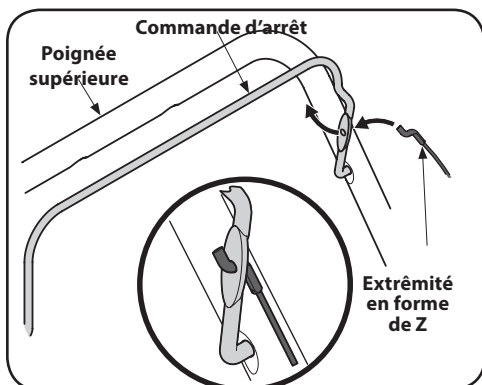

Figure 3-2
1. Accrochez l'extrémité en forme de Z du câble à la commande d'arrêt du moteur à partir de l'extérieur. Voir Figure 3-2.